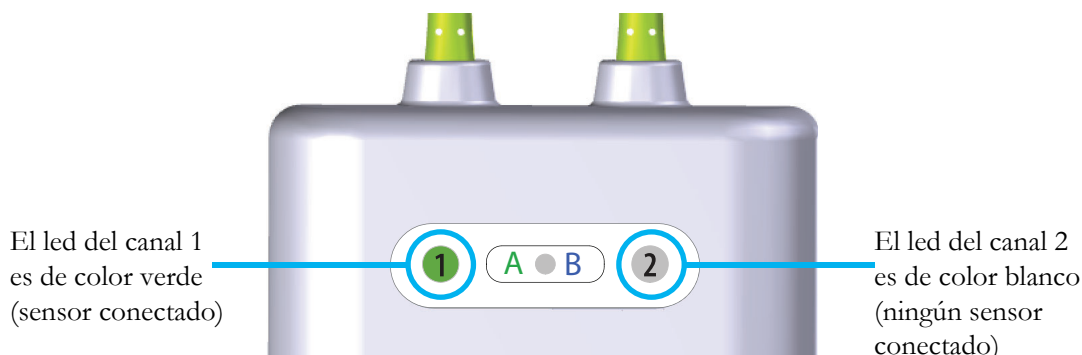

Figura 12-14 Conexión de un sensor al cable del preamplificador
- 6 Verifique que el indicador led de estado de canal del módulo ForeSight Elite (FSM) cambia de blanco a verde al conectar el sensor por completo. Consulte la Figura 12-14.